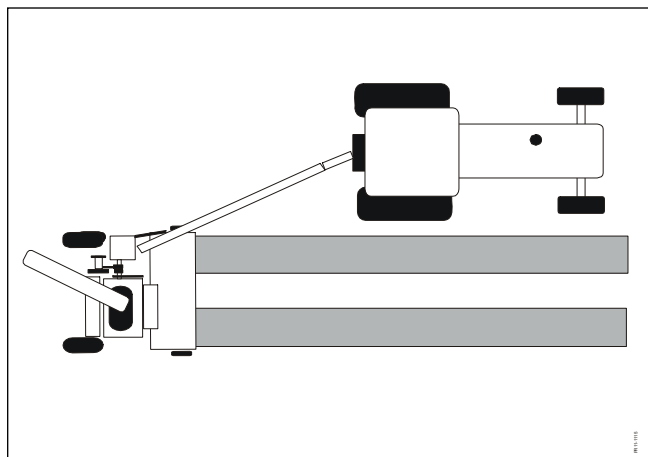

Fig. 5-7
- Fig. 5-7** 1) Snitteren samler græs op ved siden af traktoren, arbejder offset. Her kan opsamles brede enkeltskår og 2 dobbeltskår, som er meget velegnet til snitteren. Er en god køreteknik, når der skal læses af i vogn på højre side af snitteren